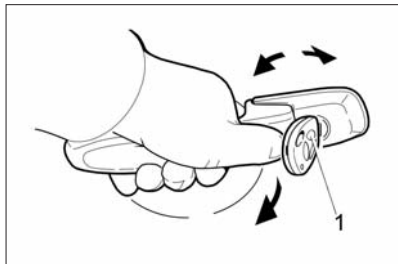
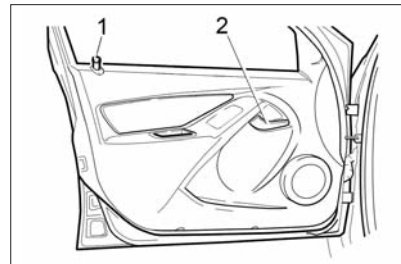

Рис. 3. Открывание двери
Рис. 4. Передняя левая дверь
– для блокировки замка на передних дверях утопить кнопку 1 (см. рис. 4 и 5) вручную или поворотом ключа снаружи автомобиля, для разблокировки замка вытянуть кнопку 1 вручную или поворотом ключа снаружи автомобиля (блокировка/разблокировка замков передних дверей возможна только при закрытой двери);
Боковые двери открываются снаружи – за ручку в направлении стрелки (рис. 3), а изнутри – поворотом на себя внутренней рукоятки **2** (рис. 4 и 5). Если замок двери заблокирован, то ручка имеет холостой ход.